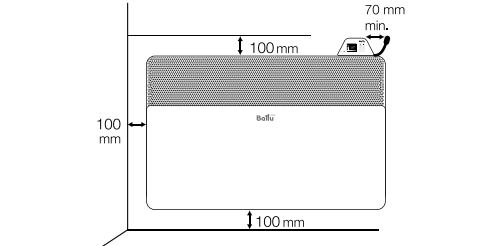

Рис. 7
3. При настенной установке конвектора, необходимо вертикально установить держатель Bullet Sensor с помощью самореза и дюпеля на стене как указано на рис. 7.
Используя стойки и ролики, предварительно изучив схему крепления (рис. 7), установите прибор на полу.